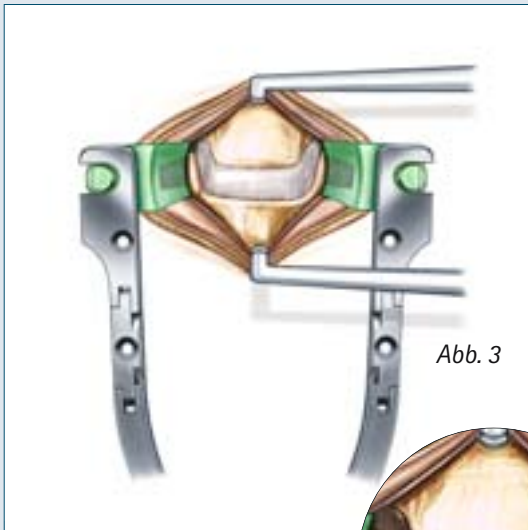

Abb. 3
- Nach dem Spreizereinsatz erfolgt die Positionierung der Distraktionsschrauben und das Aufsetzen des CASPAR Distraktors in der von CASPAR beschriebenen Technik (Abb. 3).